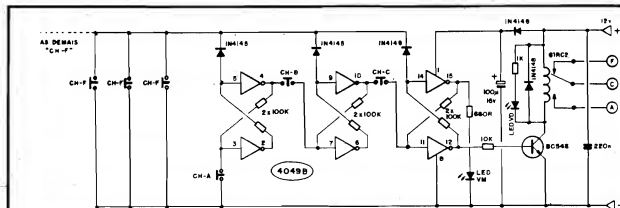

Fig. 1
O surpreendentemente simples esquema do TECODIS está na fig. 1... Com um único Integrado C.MOS 4049B (contendo 6 simples inversores) são estruturadas 3 "células de memória" (biestáveis), devidamente "enfileiradas" para determinar a sequência do código. A sequência válida é a seguinte: acionando o **push-button** CH-A o pino 4 do primeiro biestável torna-se "baixo", e apenas assim possibilitando que ao apertar-se o botão CH-B o segundo biestável manifeste estado "baixo" no seu pino 10, e apenas nessa condição permitindo que, ao pressionar-se o botão CH-C o pino 12 do último biestável fique "alto", polarizando o transistor BC548 que, por sua vez, energiza o relê, cujos contatos acionam a carga ou dispositivo acoplado ao TECODIS! Ao mesmo tempo em que (nessa única sequência válida...) o pino 12 do 4049B fica "alto", o pino da saída complementar do referido biestável (15) que, em **stand by** estava "alto" mantendo o LED piloto vermelho aceso, manifesta-se agora "baixo", apagando o LED vermelho. Por outro lado, o LED verde, em paralelo com a bobina do relê (que em **stand by** estava apagado), **acende**. Os dois LEDs, por-